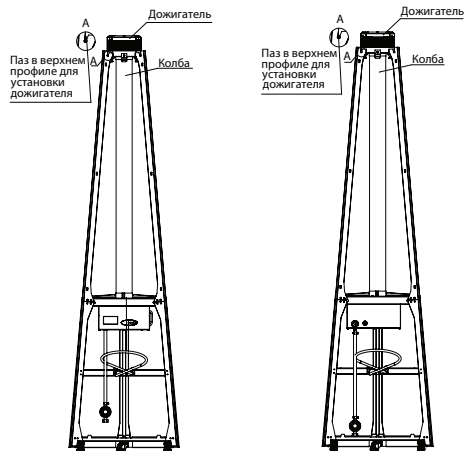

Рис.12 - Установка колбы и дожигателя
- Извлеките из коробки колбу и аккуратно вставьте дожигатель на профили дожигатель (рис.12), фиксируя колбу, затяните винты;